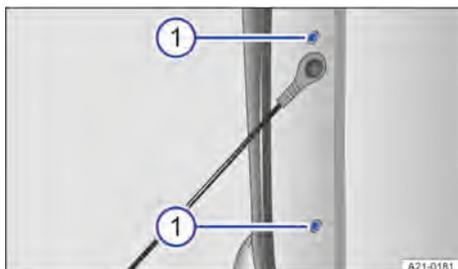

Fig. 151 Lateralmente no compartimento de carga: remover a lanterna traseira.
4. Remover dois parafusos com a chave de fenda → Fig. 151 ①.
13. Apertar dois parafusos com a chave de fenda → Fig. 151 ①.